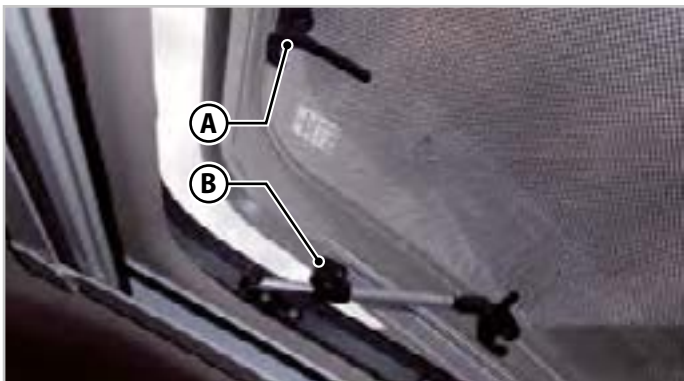

Fig.6.9 - Panoramisk takluke
1. Vri spakene (**A** - Fig.6.9) i til vertikal posisjon.
3. Lås takluken ved å skru på låseknappene (**B** - Fig.6.9) på teleskoparmene.
1. Skru av låseknappene på teleskoparmene (**B** - Fig.6.9).
3. Koble inn alle spakene (**A** - Fig.6.9).